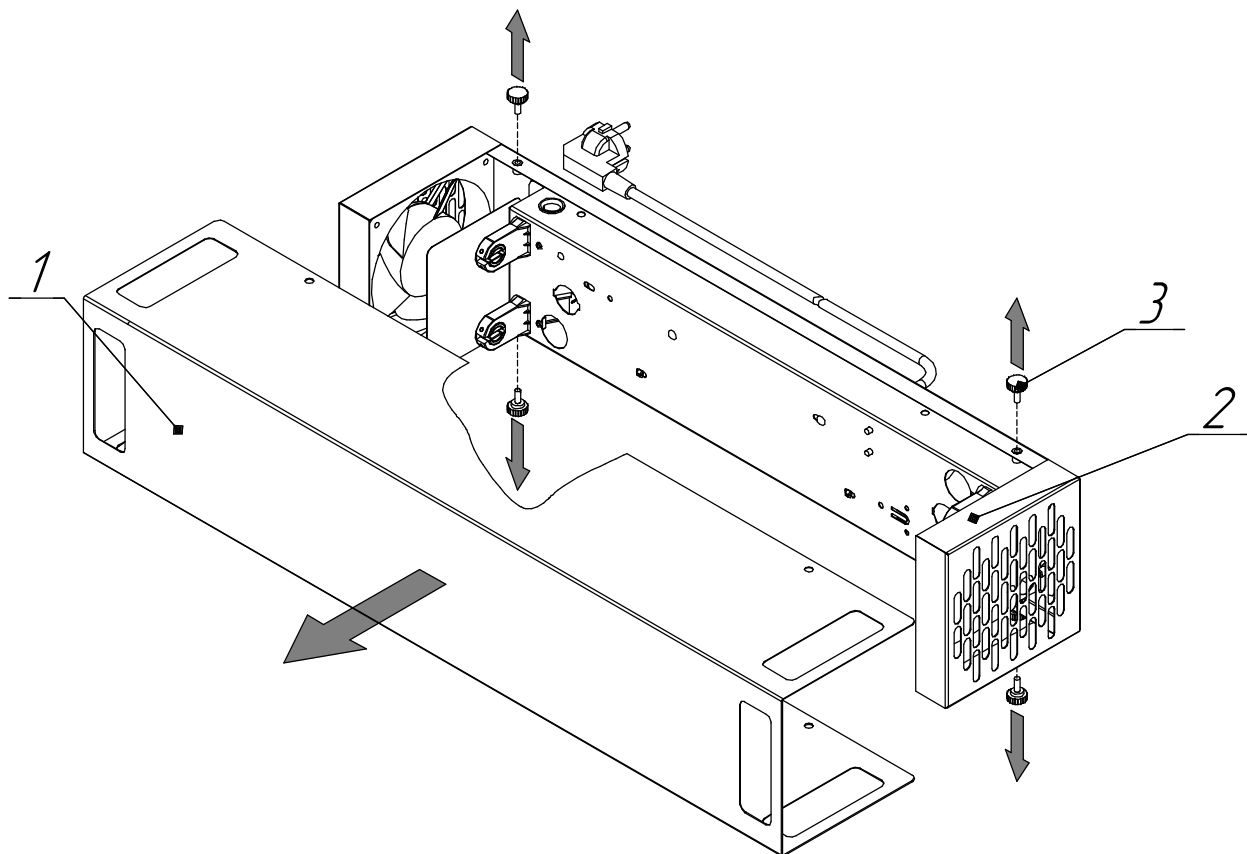
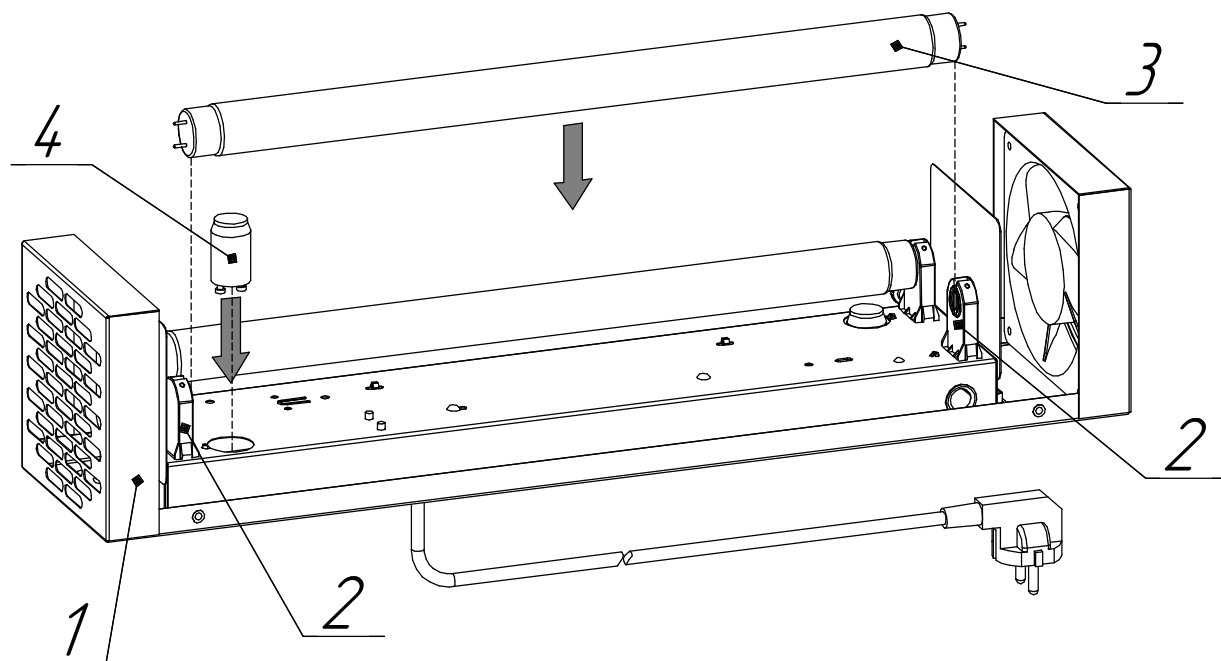

Рисунок 3.1- Снятие кожуха с рециркулятора.
Рисунок 3.2- Установка лампы в рециркулятор.
5.1.16 Для замены ламп (или стартеров) Снять кожух (поз.1), открутив фиксирующие винты (поз.3) как показано на рис. 3.1. Заменить лампы (или стартеры) как показано на рис. 3.2, затем собрать рециркулятор в обратном порядке.